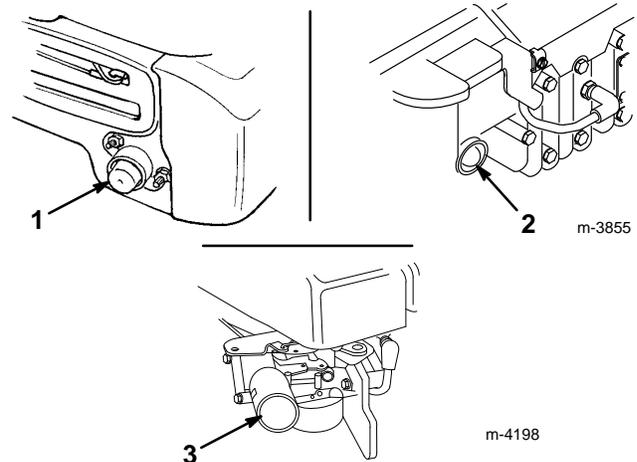

Figure 7
1. Pousser trois fois sur l'amorceur (cinq fois pour le modèle 20061 ou si la température est inférieure ou égale à 13°C/55°F), à 2 secondes d'intervalle (Fig. 7).